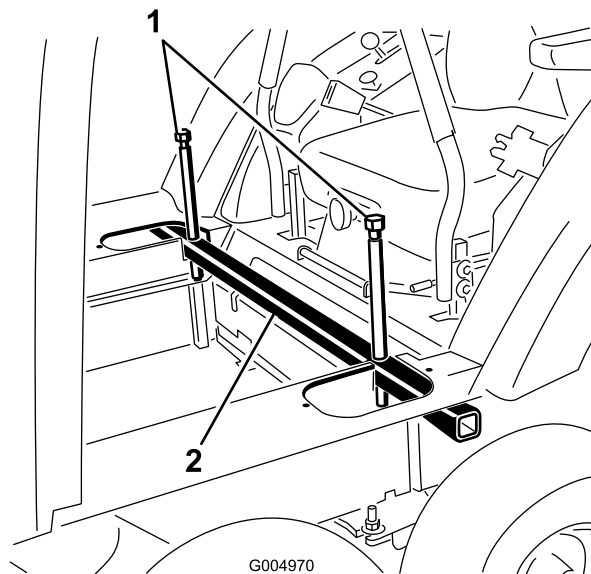

Figura 116
39. Afloje los pernos de elevación y retire el tubo de elevación de la cabina de los recortes del suelo de la cabina (Figura 116).